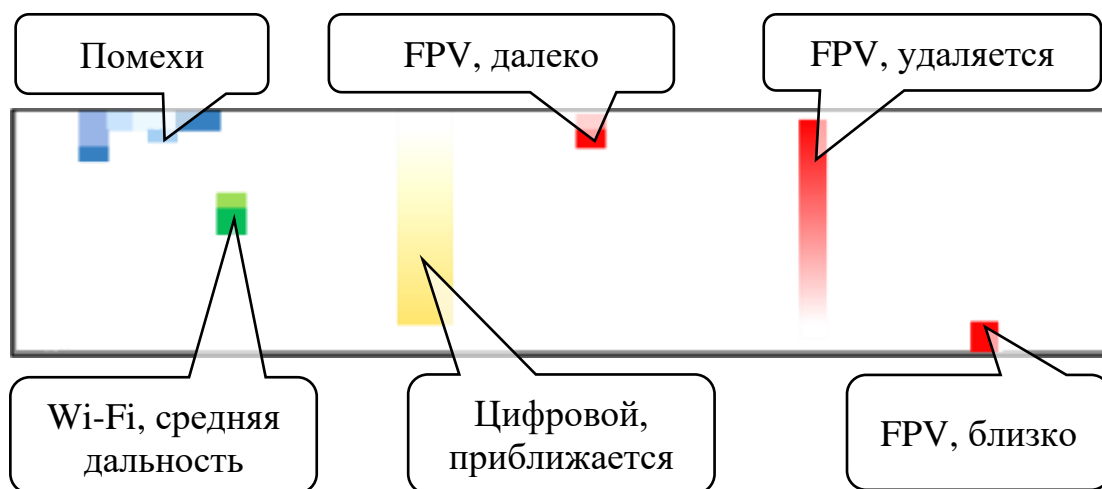

Рисунок 9
- трек обнаруженных сигналов для выбранного частотного диапазона. Если БПЛА приближается, то на диаграмме будет трек двигающийся вниз, если удаляется, то трек двигающийся вверх (рисунок 9). Слабые сигналы